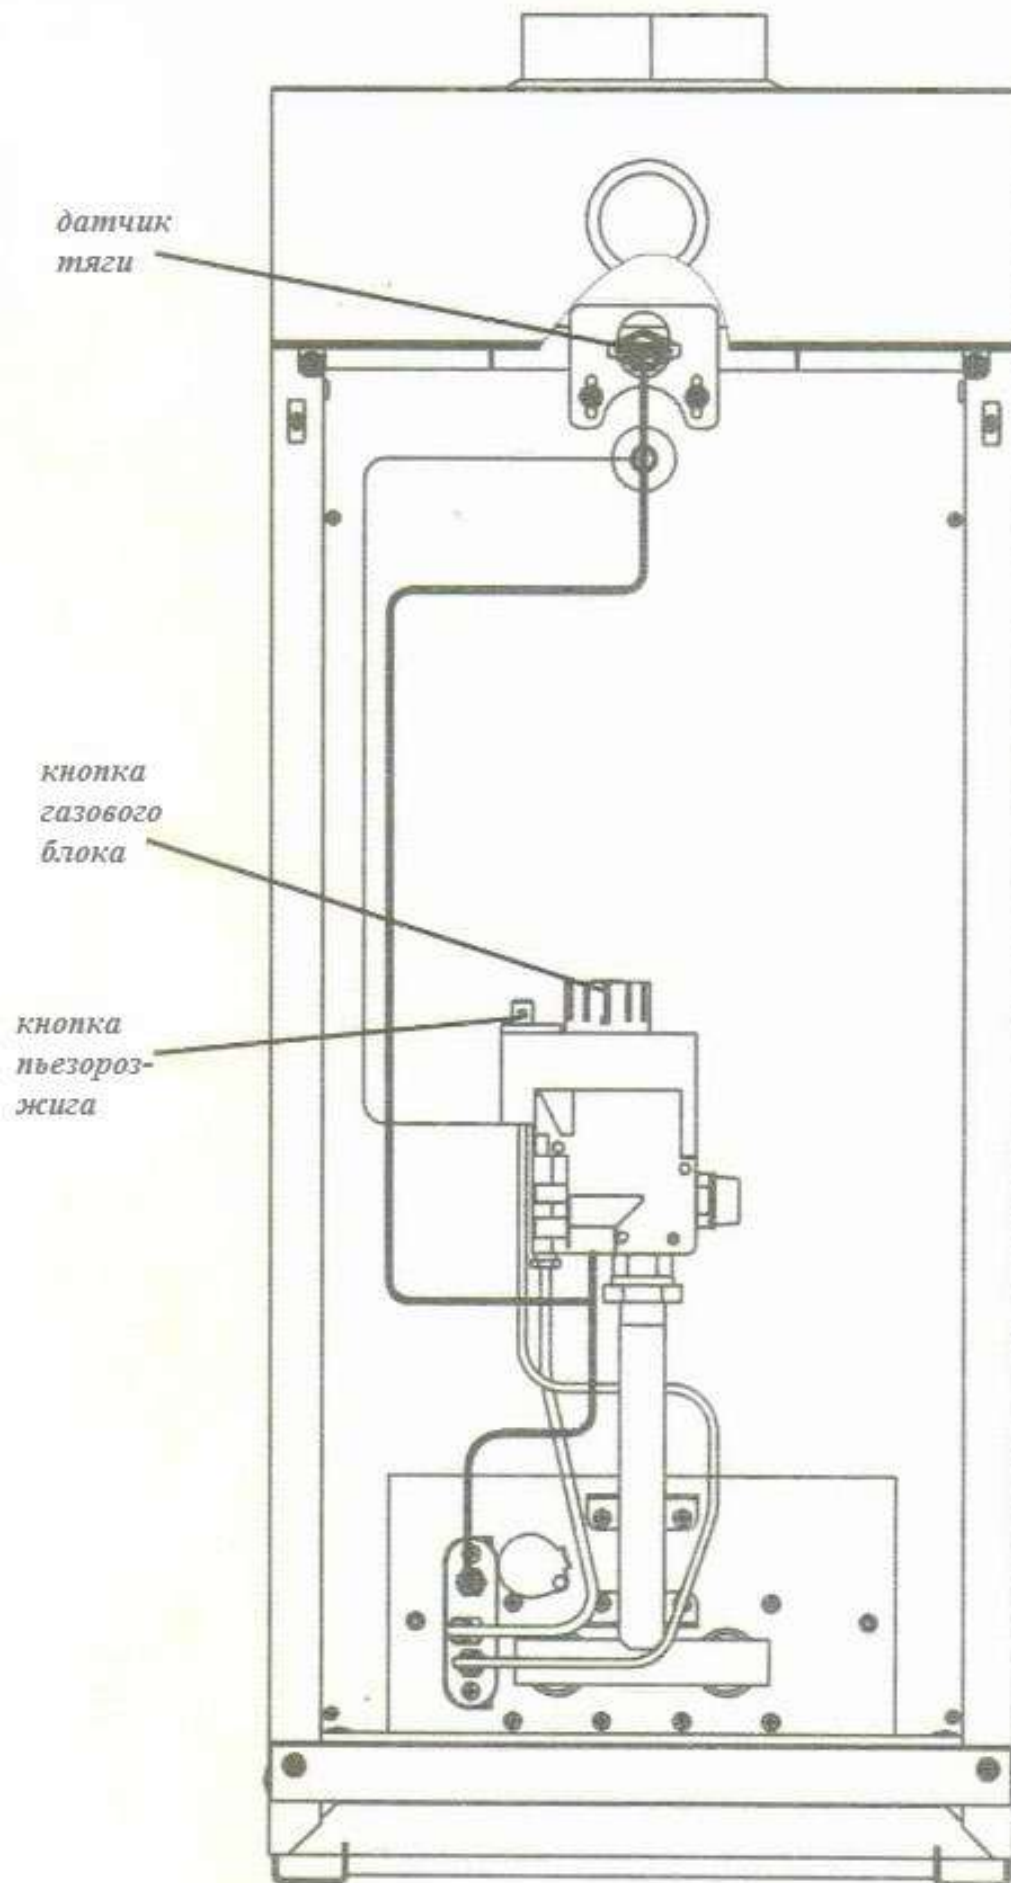

Рис.7. Особенности КОГВ «STRATTOS»7,5-17 кВт (дверца не показана).
8.2.3. Нажать на ручку до упора и, удерживая её, произвести 2-3 нажатия на кнопку пьезорозжига (см. рис.7). Допускается розжиг производить спичкой через смотровое окно.